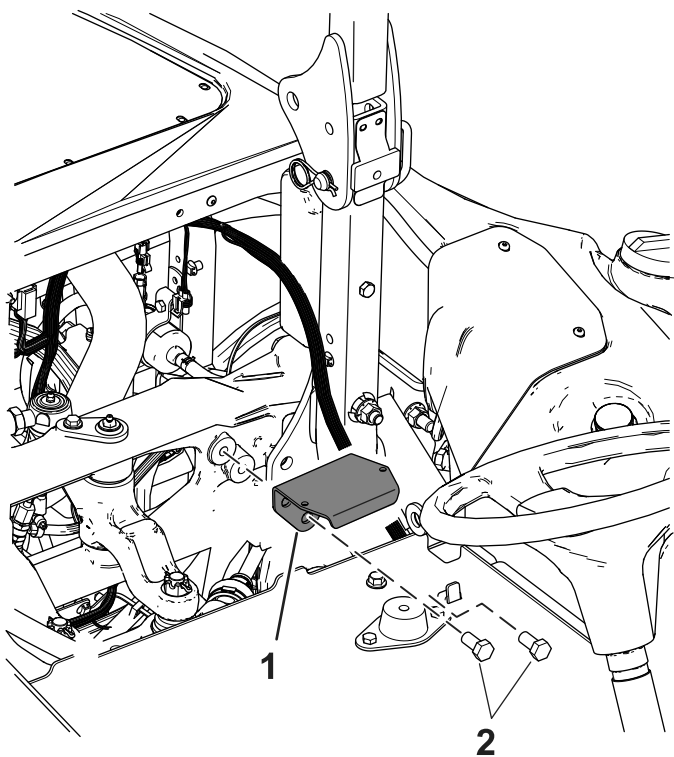

图 3
4. 用 2 个螺栓  $\frac{1}{2} \times 1$  英寸将传感器支架安装到机架上请参阅**图 3**。